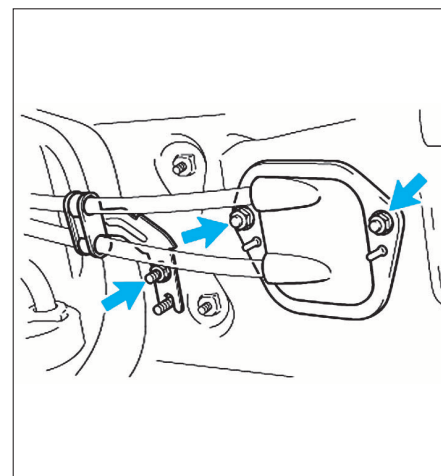

FIG. 15
- Déposer les 3 écrous et extraire le câble de commande de boîte de vitesses par l'ouverture du plancher (fig. 15).